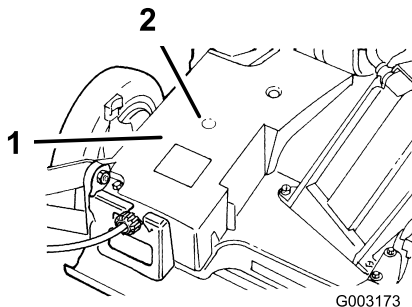

Figura 27
2. Conecte una pistola de engrasar en el punto de engrase a través del hueco de la cubierta de la correa (Figura 27).